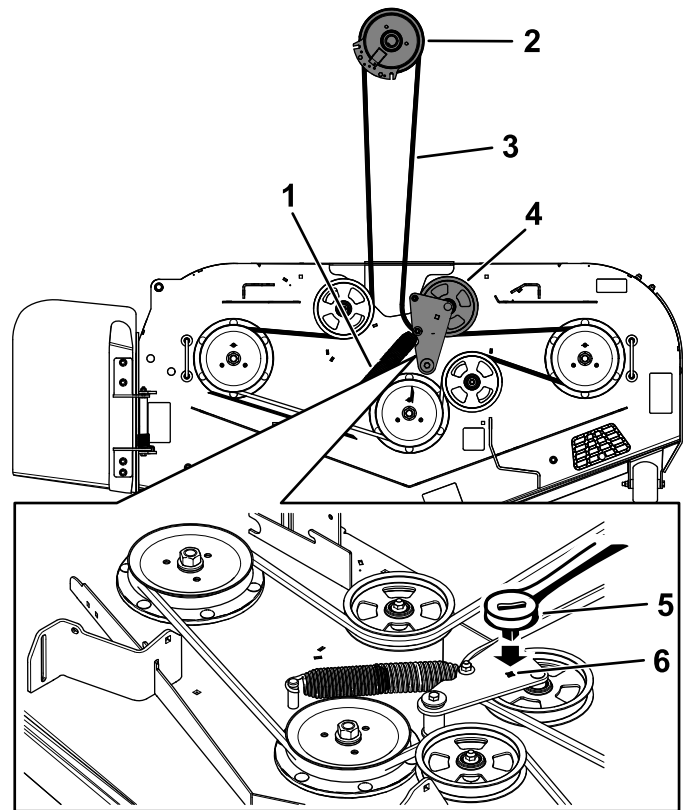

Figura 84
6. Utilice una llave de carraca de $\frac{3}{8}$ " en el taladro cuadrado del brazo tensor para retirar el muelle tensor (Figura 84).
8. Instale la guía de la correa en el brazo tensor tensado con muelle (Figura 84).
10. Pase la correa nueva alrededor de las poleas del cortacésped y de la polea del embrague, debajo del motor (Figura 84).
11. Instale la guía de la correa en el brazo tensor (Figura 84).
12. Utilizando la llave de carraca de $\frac{3}{8}$ " en el orificio cuadrado, instale el muelle tensor (Figura 84).